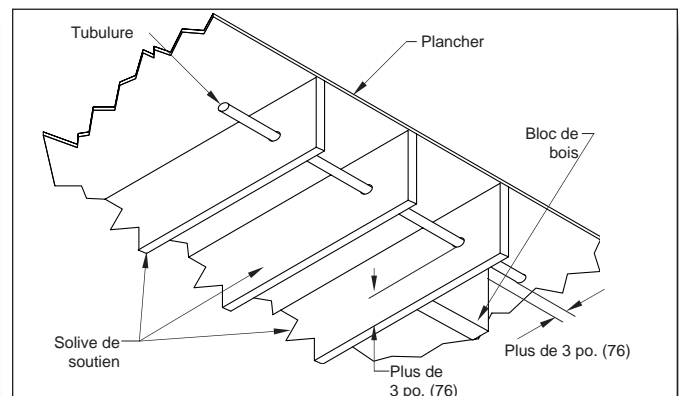

FIG. 4-16 Aucune Protection Requise Pour Une Tubulure Passant Au Travers De Solives À Plus De 3 po. D'une Surface
- Où les tubulures sont soutenues à au moins 3 pouces (76) du bord extérieur d'un colombage, d'une solive, etc. ou de la surface d'un mur (Voir FIG. 4-16).
- Où les tubes non soutenus peuvent être déplacés d'au moins 3 pouces (76) en direction d'un point de pénétration possible.